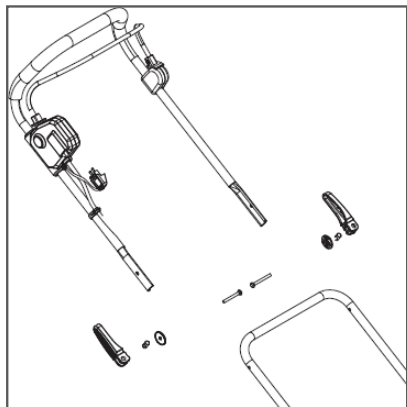

Рис. 4 Установка верхней части рабочей рукоятки
- Установите верхнюю часть рабочей рукоятки на нижнюю. Совместите отверстия. Для закрепления используйте фиксаторы верхней части рукоятки (см. Рис. 4).